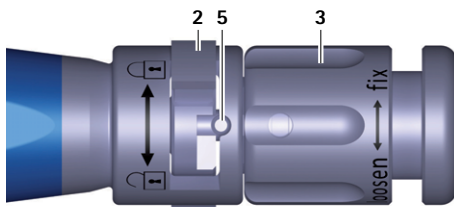

Fig. 4 Gros plan de l'instrument d'insertion, implant d'essai/implant serré
- Tourner l'écrou de serrage 3 sur l'instrument d'insertion A dans le sens des aiguilles d'une montre (sens "fix") jusqu'à ce que l'implant d'essai soit serré, voir Fig. 4.
- ▶ Tourner l'écrou de serrage **3** sur l'instrument d'insertion **A** dans le sens des aiguilles d'une montre (sens "fix") jusqu'à ce que l'implant soit serré, voir Fig. 4.